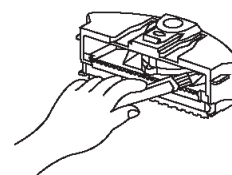

Рис.1
1. Вытряхните пыль и вычистите контейнер при помощи щетки. (См. рис.1)